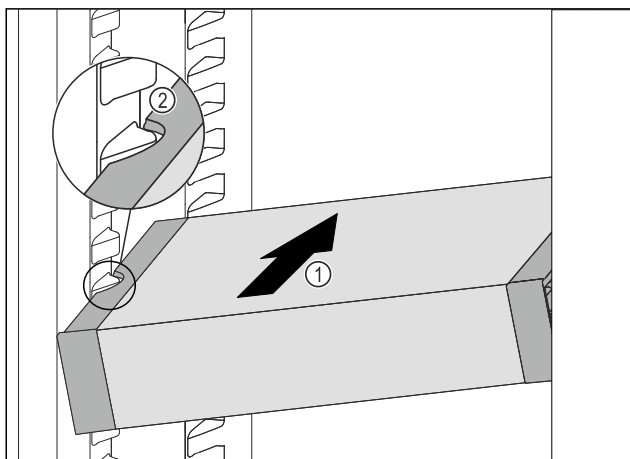

Fig. 37
- Insérer le VarioSafe en biais dans la partie réfrigérateur Fig. 37 (1) jusqu'à ce que les encoches latérales Fig. 37 (2) du VarioSafe se trouvent à la hauteur de la nervure du bac dans la partie réfrigérateur.